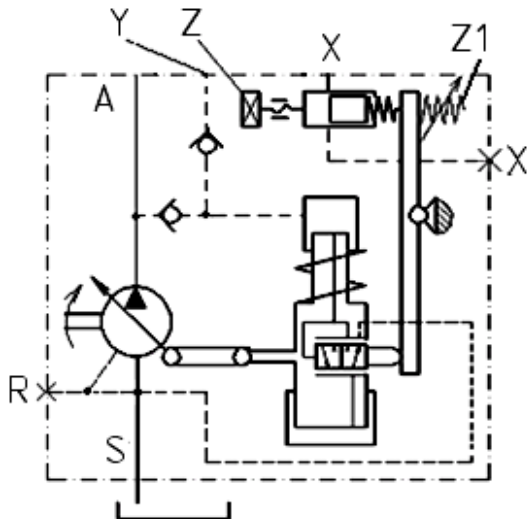

Рисунок 12 – Гидравлическая схема насоса с регулятором постоянной мощности, позитивным управлением и ограничением предела верхнего реагирования.
- ограничения максимальной потребляемой мощности N_n насоса, посредством внутреннего механического ограничителя **Z** в блоке регулятора насоса (см. рисунок 12).